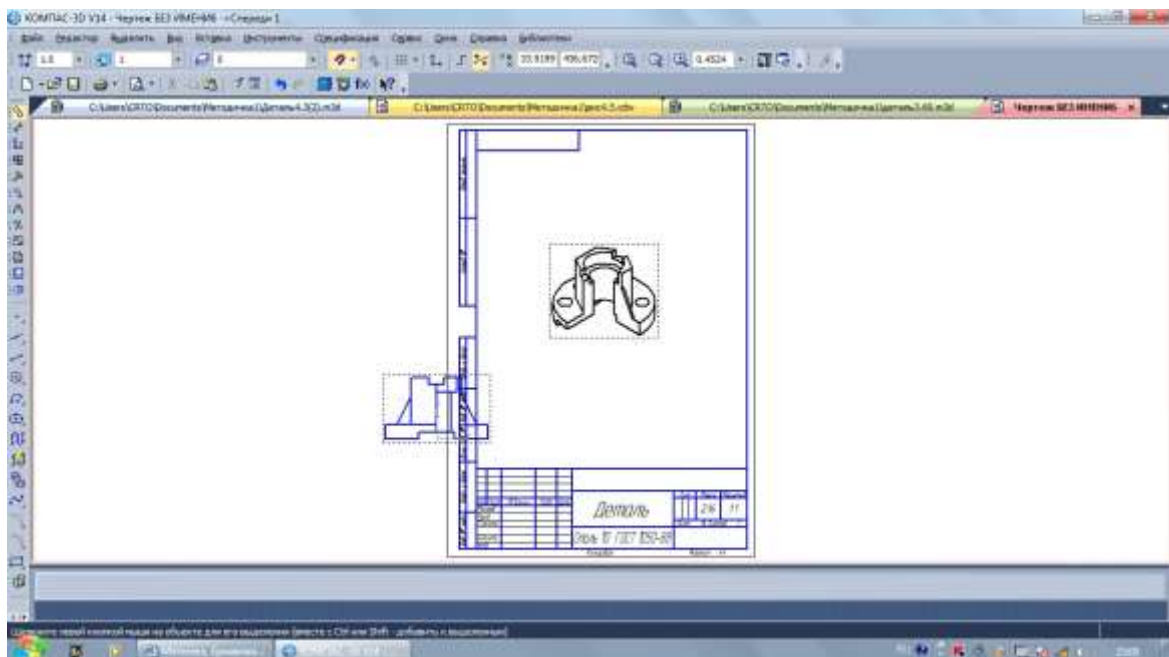

Рис. 13. Расположение видов на чертеже
6. Зафиксируйте расположение видов на чертеже (рис. 13)